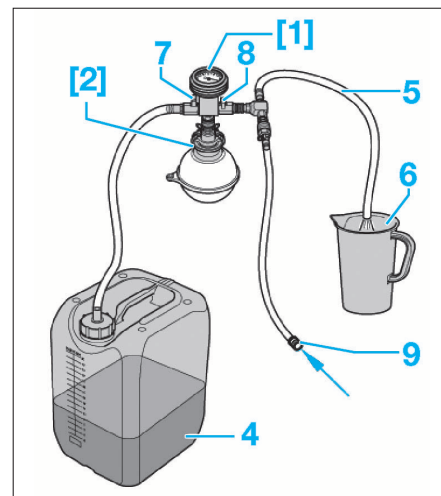

FIG. 35
- [1]. Appareil de remplissage du système de refroidissement (ref. VAS 6096) (Fig.35).
- [2]. Adaptateur (ref. VAG 1274/8) (Fig.35).
- Verser au moins 8 litres de liquide de refroidissement G12+ dans le réservoir (4), en respectant les proportions de mélange (eau/G12+ : 60/40 % pour une protection jusqu'à -25 °C, 50 % pour une protection jusqu'à -35 °C) (Fig.35).